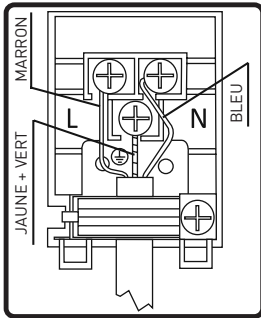

Figure 2
- Le câble de mise à la terre doit être connecté via la fiche dotée de la marque de terre. Le raccordement du câble d'alimentation doit correspondre à la figure 2. Si l'environnement d'installation ne présente aucune prise mise à la terre et conforme aux normes, appelez immédiatement le centre de service.